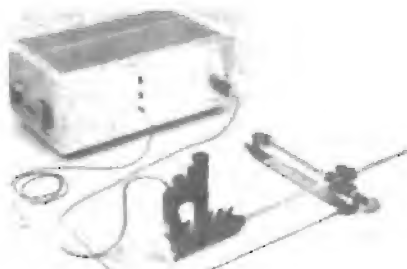

Fig. 4 - Il Collineator, dispositivo di allineamento e guida per le sonde del Visotoner/Visotactor.
Il Visitactor era invece concepito in modo da fornire all'operatore informazioni tattili anziché acustiche. L'esplorazione del carattere era affidata ad una sonda (fig. 4) ad otto celle CdS; sul suo retro erano disposti altrettanti sensori tattili a vibrazione, due per ogni dito della mano che, muovendo la sonda, analizzava la riga stampata in bianco/nero. Una pubblica dimostrazione di «lettura» col Visotactor ebbe luogo nel 1967 a Columbus (Ohio) in occasione del centenario della nascita di Anne Sullivan Macy (1867-1936), la leggendaria istruttrice (Anna dei Miracoli del noto film) di Helen Keller.
Data la scarsa risoluzione ed il ridotto campo visivo delle sonde utilizzate nel Visotoner e Visotactor, il «centraggio» del carattere da riconoscere veniva ottenuto con un dispositivo meccanico particolare, di guida, una sorta di pantografo, detto Collineator (vedi fig. 4). Valutazioni funzionali, condotte su soggetti delle più varie età, estrazione sociale ed IQ, hanno dimostrato che col visotoner si poteva raggiungere una velocità media di «lettura» di 40 WPM, mentre col Visotactor, si raggiungevano, a malapena, i 15 wpm. Ciò dovrebbe far seriamente meditare sull'opportunità di ulteriormente sperimentare, perfezionandola, la presentazione acustica dell'informazione (9).